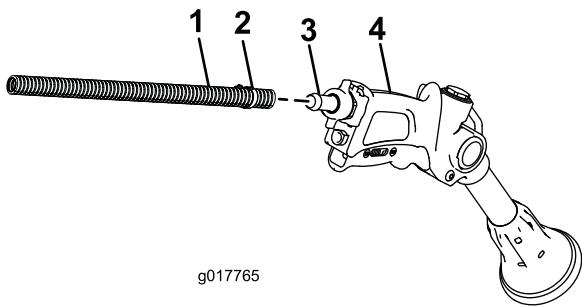

Figura 20
- Conecte el extremo libre de la manguera larga al acoplamiento de la pistola de pulverización (Figura 20).